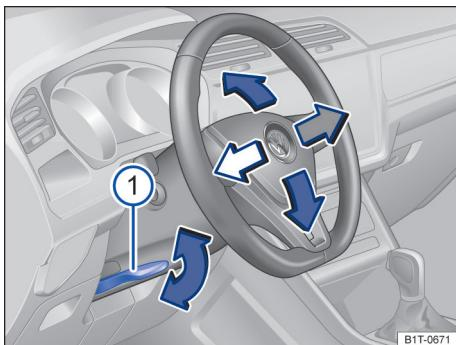

Fig. 69 Embaixo do volante no revestimento da coluna de direção: alavanca de ajuste mecânico da posição do volante.
- Depois do ajuste, virar a alavanca → Fig. 69 1 sempre firmemente para cima, para que o volante não mude de posição involuntariamente durante a condução.
- Virar a alavanca → Fig. 69 1 para baixo.